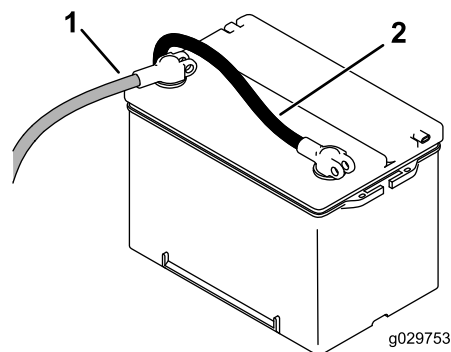

Рисунок 49
5. Подсоедините положительный кабель (красный) к положительной клемме (+), а отрицательный кабель (черный) – к отрицательной (-) клемме аккумуляторной батареи (Рисунок 49).